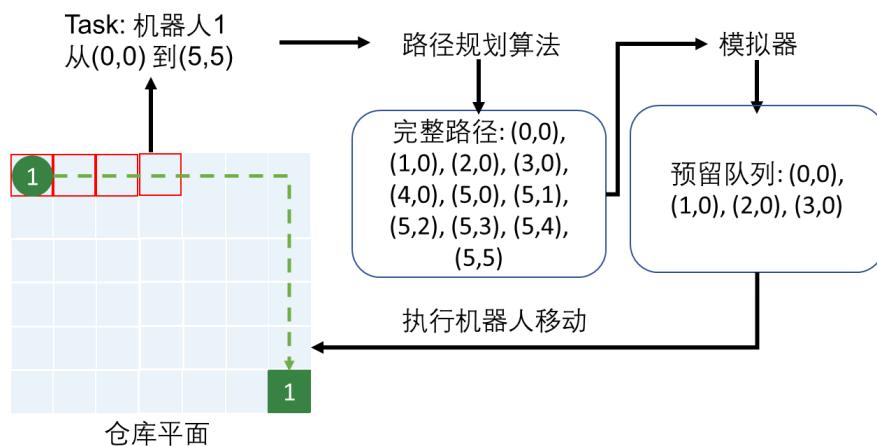

图 2、路径规划与预留队列的关系
5. 机器人的实际运动状态由其对应的预留队列决定，具体原理可参考配套示意图（见图 2）。